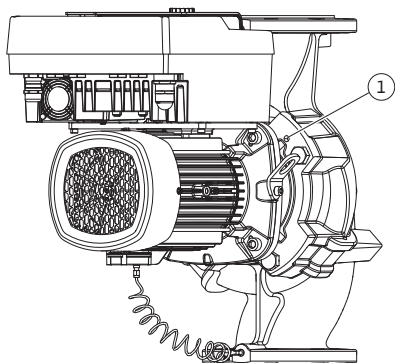
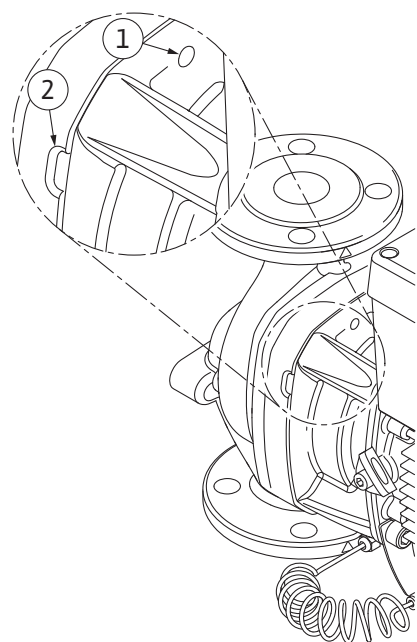

Fig. 104: Aftrykning af indstikssættet via gevindhuller
Fig. 105: Gevindhoringer og slidser til afmontering af indstikssættet fra pumpehuset
12. Ved pumpetype (Fig. III, IV) løsnes skruerne pos. 29. Brug de to gevindhoringer (Fig. 104, pos. 1), der ligger ved siden af, og anvend egnede skruer (f.eks. M10 x 25 mm), der er stillet til rådighed på opstillingsstedet. Tryk indstikssættet af pumpehuset. Anvend til pumpetype (Fig. I og Fig. II) de to gevindhoringer M10 (se Fig. 105), og anvend egnede skruer stillet til rådighed på opstillingsstedet (f.eks. M10 x 20 mm). Ved aftrykning kan slidserne (Fig. 105, pos. 2) også anvendes. Sæt til dette formål f.eks. to skruetrækkere på, og anvend dem som håndtag. Efter ca. 15 mm føres indstikssættet ikke længere i pumpehuset.